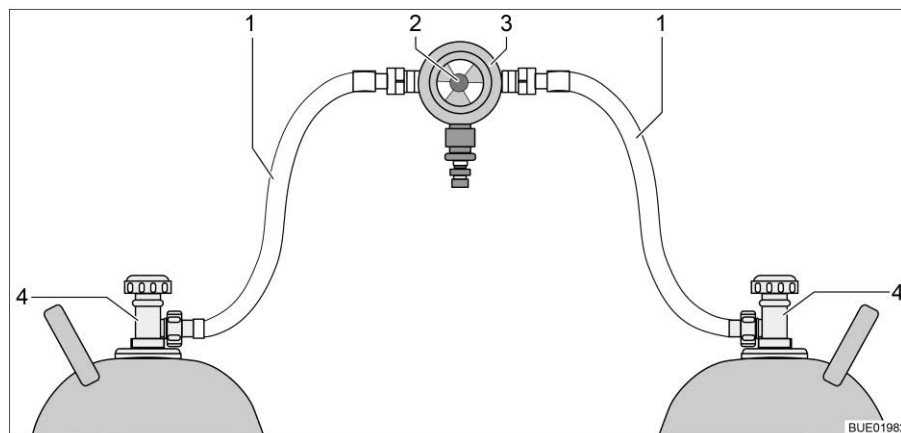
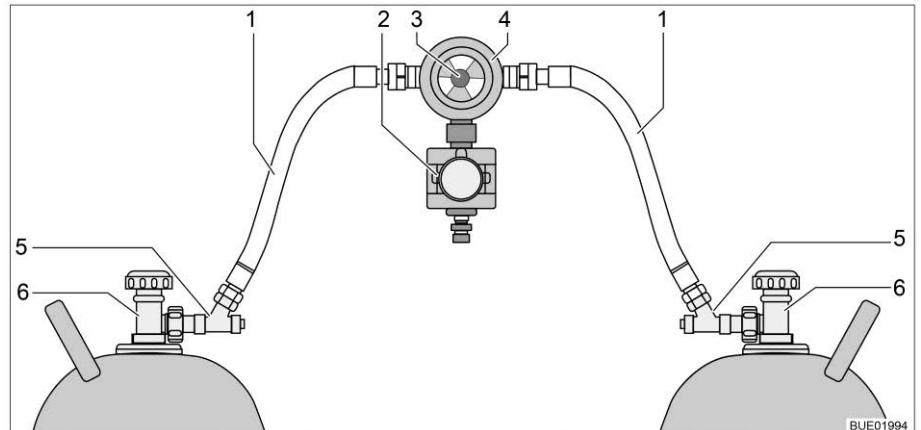

Fig. 172 Impianto di commutazione per bombole del gas
Fig. 173 Impianto di commutazione per bombole del gas con CPU
L'impianto di commutazione per bombole del gas è formato da un regolatore di pressione del gas combinato con valvola di commutazione e indicazione (Fig. 172,3). L'impianto di commutazione per bombole del gas è montato tra i due tubi del gas (Fig. 172,1).
L'impianto di commutazione per bombole del gas è formato da un regolatore di pressione del gas combinato con valvola di commutazione e indicazione (Fig. 173,4) e una elettrovalvola (Fig. 173,2). In caso di frenata brusca, incidente o inclinazione straordinaria, l'elettrovalvola blocca l'alimentazione del gas al veicolo. L'impianto di commutazione per bombole del gas è montato tra i due tubi del gas (Fig. 173,1) con dispositivi antirottura del tubo flessibile (Fig. 173,5).
L'impianto di commutazione per bombole del gas garantisce una pressione del gas costante, indipendentemente da quale bombola provenga l'alimentazione del gas. L'indicatore nella valvola di commutazione indica il livello di riempimento della bombola in uso. Se l'indicatore è verde, il rifornimento di gas viene fatto dalla bombola in uso. Quando l'indicatore è rosso, la bombola in uso è vuota. Il rifornimento di gas avviene poi tramite la bombola di riserva. Con la manopola (Fig. 172,2 o Fig. 173,3) sull'impianto di commutazione per bombole del gas è possibile stabilire quale delle bombole del gas viene utilizzata come bombola in uso e quale come bombola di riserva.
Sulla centralina di controllo (Fig. 174) possono venire azionate solo le funzioni elettriche. Le valvole principali di arresto delle bombole del gas (Fig. 172,4 o Fig. 173,6) devono essere aperte manualmente.
- Aprire le valvole principali di arresto delle bombole del gas (Fig. 172,4 o Fig. 173,6).
- Premere i dispositivi antirottura del tubo flessibile (Fig. 173,5) uno dopo l'altro per 10 secondi.
- Con la manopola (Fig. 172,2 o Fig. 173,3) sull'impianto di commutazione selezionare la bombola del gas, da cui deve provenire la principale alimentazione del gas (bombola in uso). Girare la manopola fino all'arresto.
- Chiudere le valvole principali di arresto delle bombole del gas (Fig. 172,4 o Fig. 173,6).